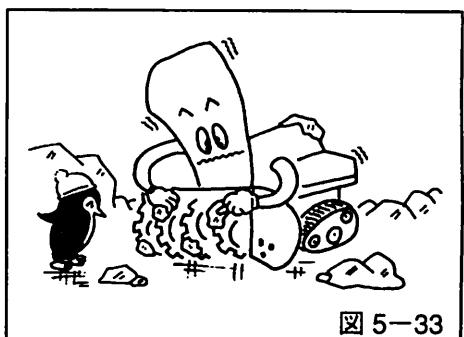

図 5-33
1. オーガケース内とプロワ部分の雪や氷などを丁寧に取り除いてください。(図5-33参照)